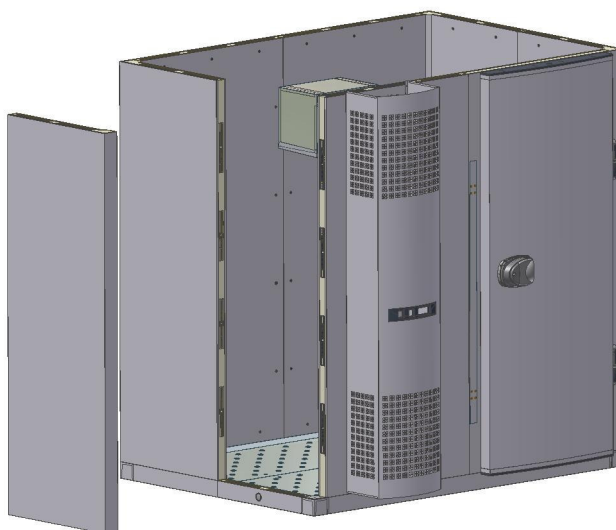

Fig. 5
- Los paneles verticales (incluidos el panel del cerco de puerta y el panel del grupo) deben ser montados de modo que el último, sea el panel de ángulo (Fig. 5).